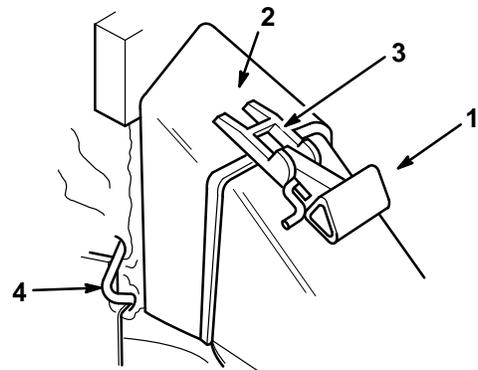

Figure 36
2. Vérifier que la poignée du volet d'éjection est entièrement abaissée vers l'avant (volet fermé) (Fig. 36).
3. Placer l'ouverture du sac de ramassage sur l'ouverture du conduit d'éjection comme illustré à la figure 36.
- Soulever la tige de verrouillage de la poignée pour la dégager des crans du sac, et abaisser la poignée du volet vers l'avant (Fig. 36).